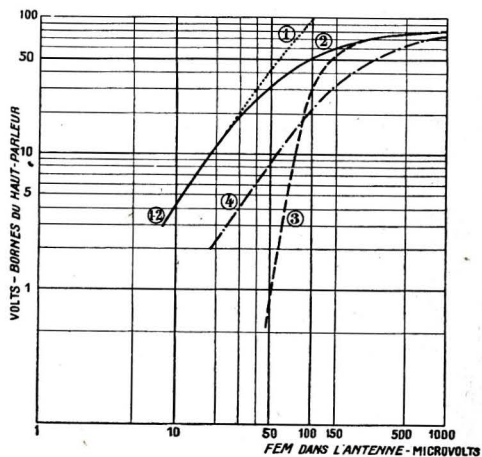
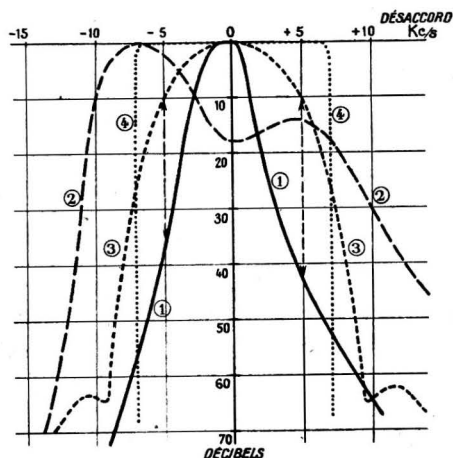

FIG. 2. — Discussion du fonctionnement d'un récepteur avec régulateur automatique antifading et réglage silencieux.
FIG. 3. — Courbes de sélectivité d'un récepteur de marque.
En fait, si l'on examine de plus près le fonctionnement, en traçant le graphique de la tension de sortie en fonction de la tension d'entrée (fig. 2), on voit que le réglage automatique silencieux présente
(1) On trouve par exemple dans le *Bulletin Technique Philips*, mai-juillet 1936, p. 208, fig. 3, une courbe caractéristique du réglage silencieux, dans laquelle la différence est encore plus faible que celle relevée par nous dans la fig. 2.
obtenu, mais (fig. 3, courbe 1) au prix d'un affaiblissement déjà appréciable pour des désaccords de 3 ou 4 Kc/s, c'est-à-dire pour les fréquences élevées de la modulation.
La sélectivité variable constitue un autre moyen, non pas de résoudre réellement cette difficulté, mais de la tourner dans le cas particulier où l'on désire recevoir les stations locales. Celles-ci étant plus fortes que les autres, on peut se contenter d'un affaiblissement moindre à 9 Kc/s; on élargit donc très franchement toute la courbe par une augmentation des couplages (1) (fig. 3, courbe 2).
La vraie solution serait d'augmenter la pente de la courbe, de manière à conserver l'affaiblissement sur le brouilleur, tout en élargissant la bande admise pour le signal (fig. 3, courbe 4). C'est le problème général du *filtre de bande*, qui a fait l'objet de travaux considérables et auquel on peut, en principe, donner une solution aussi approchée que l'on veut : c'est-à-dire, laisser passer les fréquences de modulation jusqu'à 6, 7 Kc/s et même plus, tout en conservant l'affaiblissement 60 db à 9 Kc/s (2).